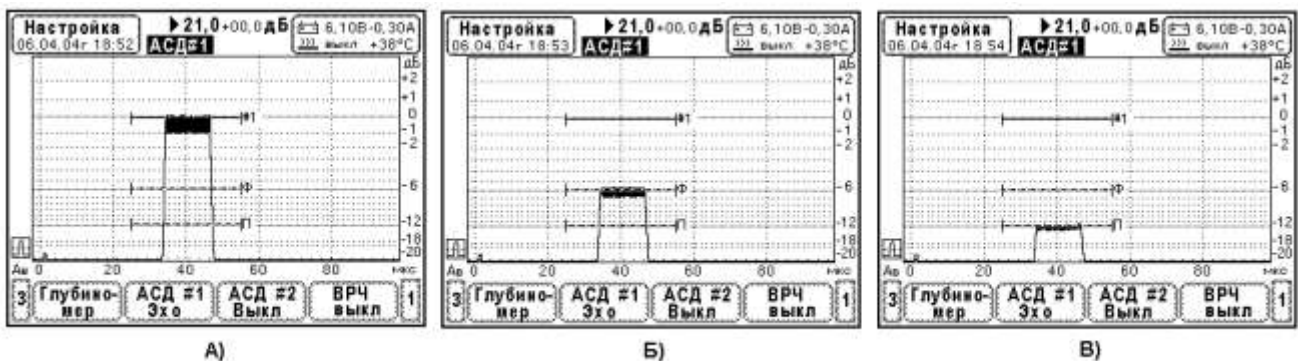

Рис. 10.6.9.1. Вид тест-сигнала на экране дефектоскопа при определении погрешности срабатывания порогового индикатора.
3. Настройка системы АСД#1. В режиме «Настройка» выберите элемент главного меню «АСД#1» (внизу экрана). Затем в окне редактирования параметров выберите элемент меню «АСД#1», тогда открывается окно «Доп. параметры». Здесь установите уровень фиксации -6дБ и поисковый уровень -6дБ, включите световую и звуковую сигнализацию. Закройте окно «Доп. параметры». В окне редактирования установите режим «ЭХО». Далее установите браковочный уровень такой, чтобы линия «#1» находилась на разметке экрана 0дБ. Установите начало и ширину строка АСД#1 таким образом, чтобы захватывался тест-сигнал (Рис. 10.6.9.1.).
4. Определение погрешностей пороговых индикаторов АСД#1. Меняя ослабление аттенюатора АТТ-90-0,1-95/2 найдите минимальную амплитуду тест-сигнала, при которой начинает срабатывать пороговый индикатор на браковочном уровне АСД#1. Зафиксируйте ослабление К1. Уменьшайте ослабление аттенюатора АТТ-90-0,1-95/2 (тест-сигнал увеличивается) и найдите его амплитуду, для которой устойчиво обнаруживает тест-сигнал на браковочном уровне АСД#1 (Рис. 10.6.9.1.А). Зафиксируйте ослабление К2. Погрешность порогового индикатора АСД#1 определяют по формуле $\Delta K = K1 - K2$ [дБ]. Проведите аналогичные операции для определения погрешности порогового индикатора на уровне фиксации «Ф» и поисковом уровне «П» АСД#1 (Рис. 10.6.9.1.Б, В).